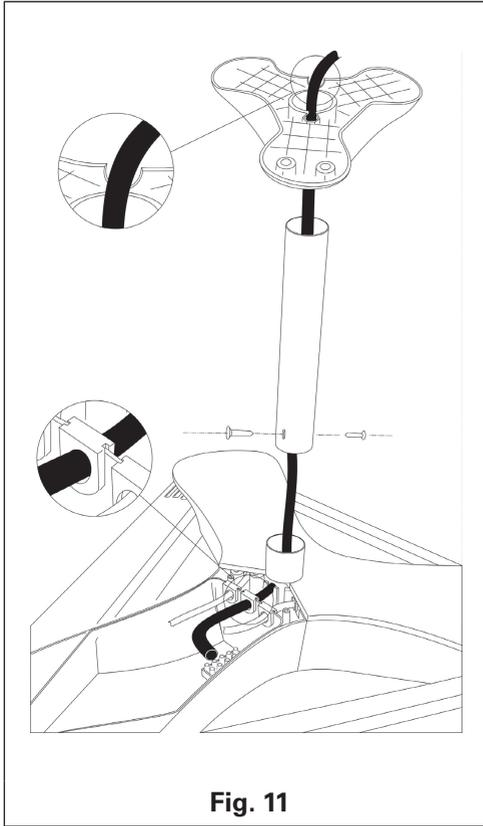

Fig. 11
4. Executar a instalação eléctrica na régua de bornes do Girosole seguindo as instruções anteriormente fornecidas (Cap.2). No modelo de tecto o cabo de alimentação passará segundo a modalidade "por cima". Deverá atravessar seja o passa-cabo seja o furo posto defronte a este na união de plástico para sair, enfim, pelo lado superior da união de plástico. Todo o percurso está ilustrado na fig. 11
5. Fazer o cabo passar pelo tubo metálico (fig. 11)
6. Introduzir o tubo metálico na união de plástico pressionando com força (fig. 11).
7. Fixar o tubo à união utilizando os 2 parafusos diâmetro 3.5x6 auto-rosantes nos dois furos contrapostos (fig. 11).